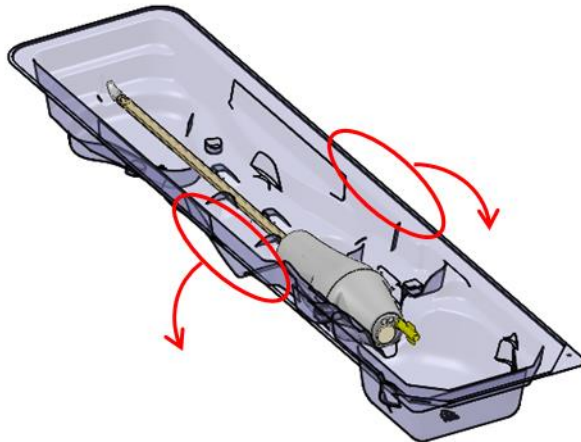

Bild 27: Ta ut ultraljudsapplikatoren ur förpackningen
5. **MR-tekniker:** Håll i ytterkanten av förpackningen med ultraljudsapplikatoren och böj bricken så att ultraljudsapplikatoren frigörs (*Bild 27*).